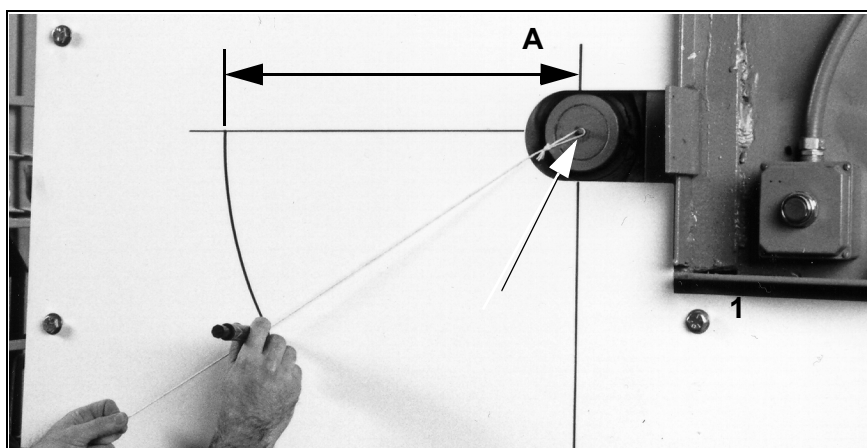

fig. 1: Marcado del radio de instalación
- En el lado del usuario de la pared de la tolva, marcar la línea central vertical y horizontal del tambor de accionamiento para determinar el centro (1, fig. 1) del mismo. En el ángulo derecho, la línea vertical debe pasar hasta la línea de la cinta transportadora.
- Marcar un arco circular alrededor del centro (1, fig. 1) en la pared de la tolva con las medidas obtenidas en el paso 5.